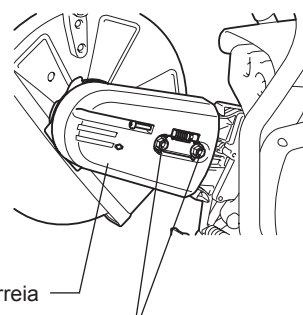

Fig. 7
- Monte a cobertura da correia. (Fig. 7)